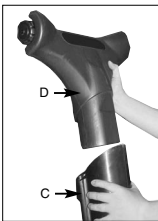

Fig. 1B
2. Plaats de zuigkop (D) de zuigbuis (C) in (fig. 1B).